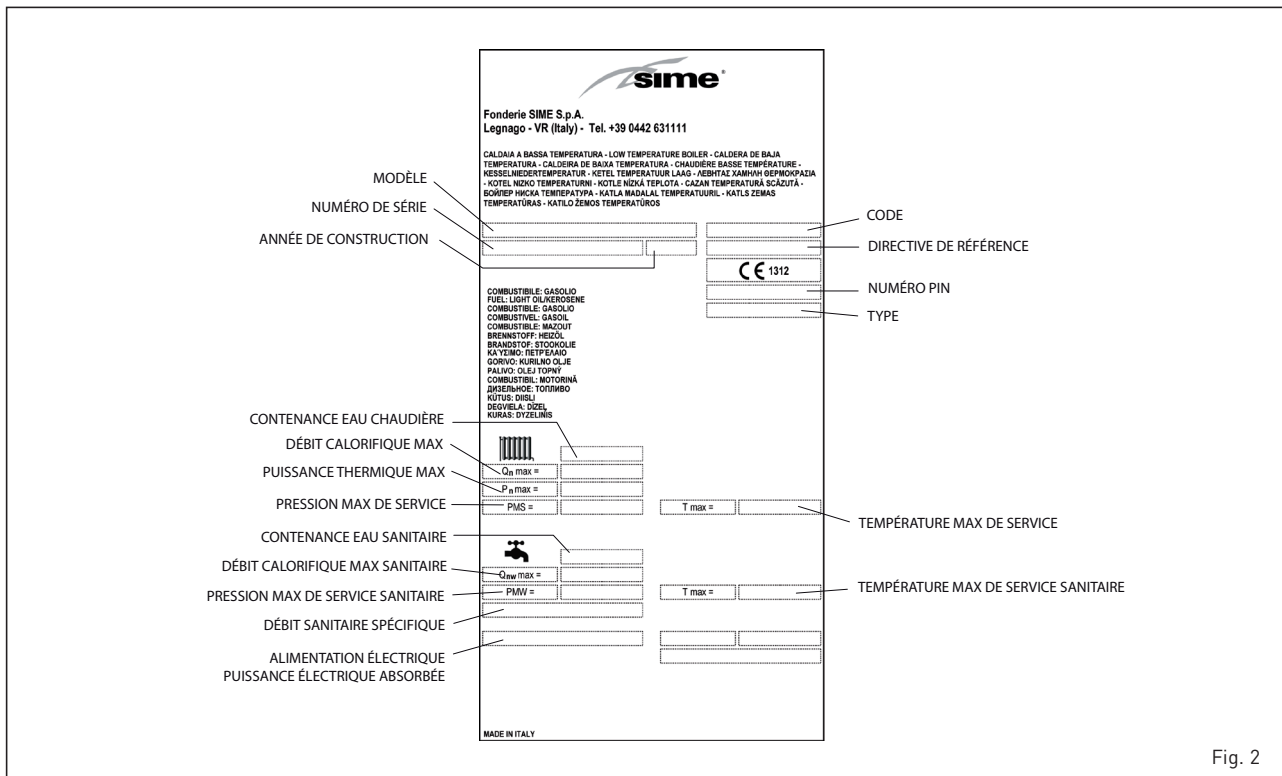

Fig. 2
1.2.1 Technique plaque de données (fig. 2)